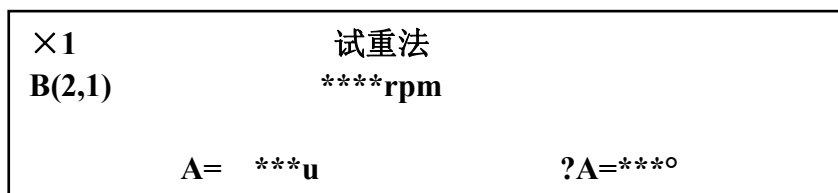

图 4-20
按|执行|键，屏幕显示如图 4-20。
(6) 在图 4-20 中，当转速值稳定在动平衡转速，振动值 A、角度值φA 读数稳定时，按|保持|键锁定读数，屏幕的右上角显示“**”。